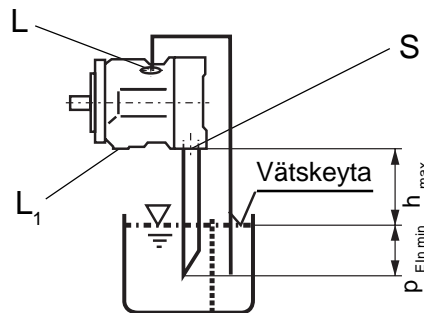

Bild 4
Anslutning "L", "L₁" och eventuellt "S" skall kopplas till rör enligt bild 4. Villkor enligt punkt 1.2.1.
a) Montering ovanför tank enl bild 4.